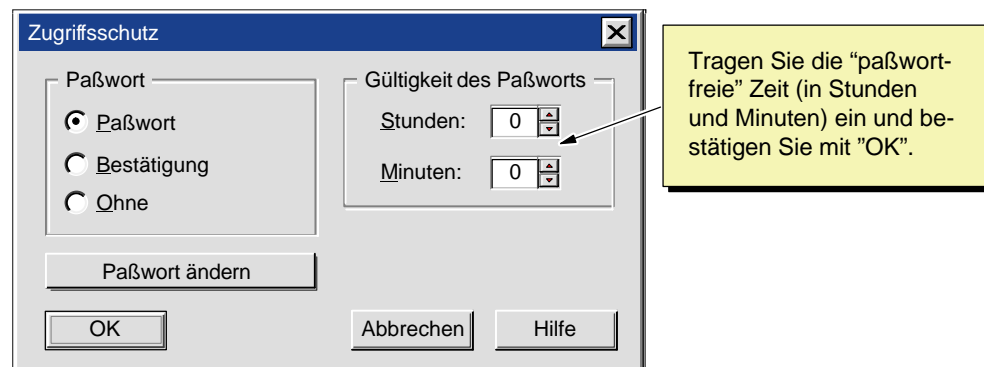

Bild 4-23 Einrichten der Gültigkeit des Paßworts
3. Tragen Sie im Dialogfeld "Zugriffsschutz" den Zeitraum ein, den das Paßwort gültig sein soll (siehe Bild 4-23).